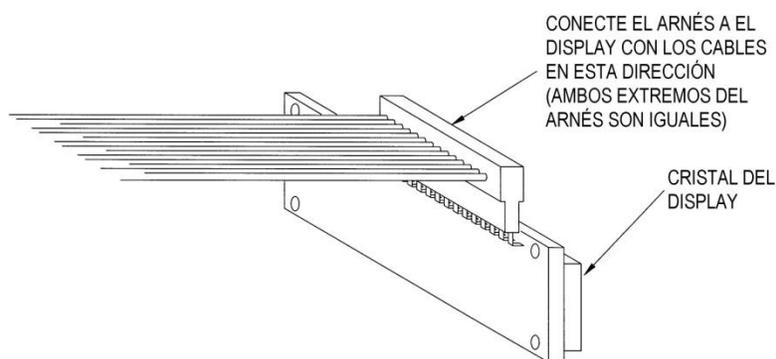

Figura 1 CONECTANDO EL ARNÉS DEL DISPLAY AL DISPLAY
8. Conecte el Arnés para el Display al Display de forma que el cableado quede opuesto a la pantalla. Consulte la Figura 1.